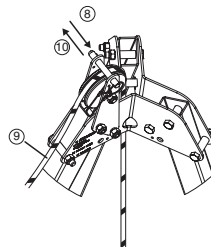

Fig. 10
8. Retirar el husillo de bola que se encuentra encima de la polea de desvío en la parte superior del trípode trápode (Fig. 10, 8).
9. Pasar la driza del aparato Derope™ alrededor de la polea de desvío (Fig. 10, 9).
10. Volver a colocar el husillo de bola para impedir que la driza se salga de la polea de desvío (Fig. 10, 10).